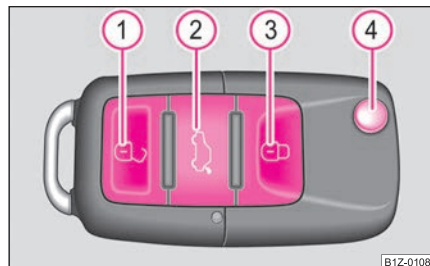

Fig. 32 Cheie cu semnal
- Apăsați tasta ② cca. 2 sec. ⇒ fig. 32. Informații suplimentare ⇒ pagina 40.